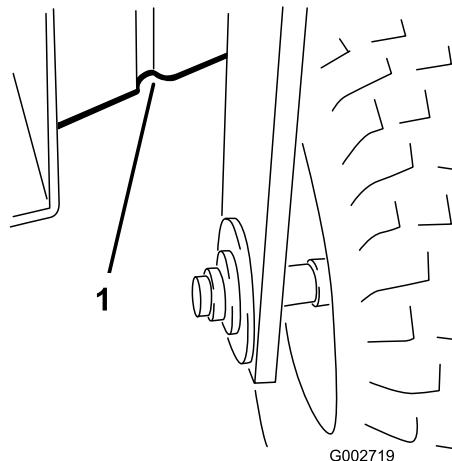

**Figure 21**
- Côté gauche ou droit, sous le moteur de roue arrière ou le cadre (Figure 21).